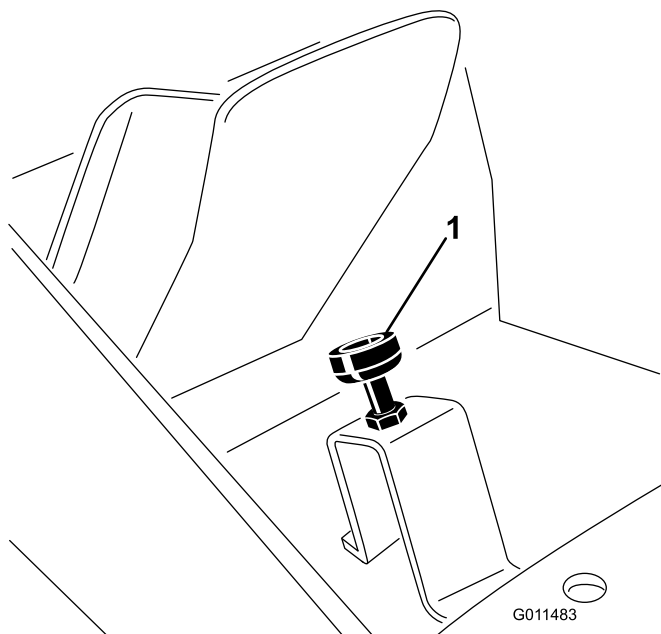

Figure 73
3. Relâchez la pédale de déplacement et ajustez la butée d'un demi à un tour supplémentaire pour que la pédale rencontre la butée juste avant d'arriver en bout de course (Figure 73).
2. Enfoncez la pédale de déplacement sur toute sa course (Figure 73). Les écrous de blocage doivent être desserrés et la butée doit être abaissée pour obtenir la course maximale de la pédale.